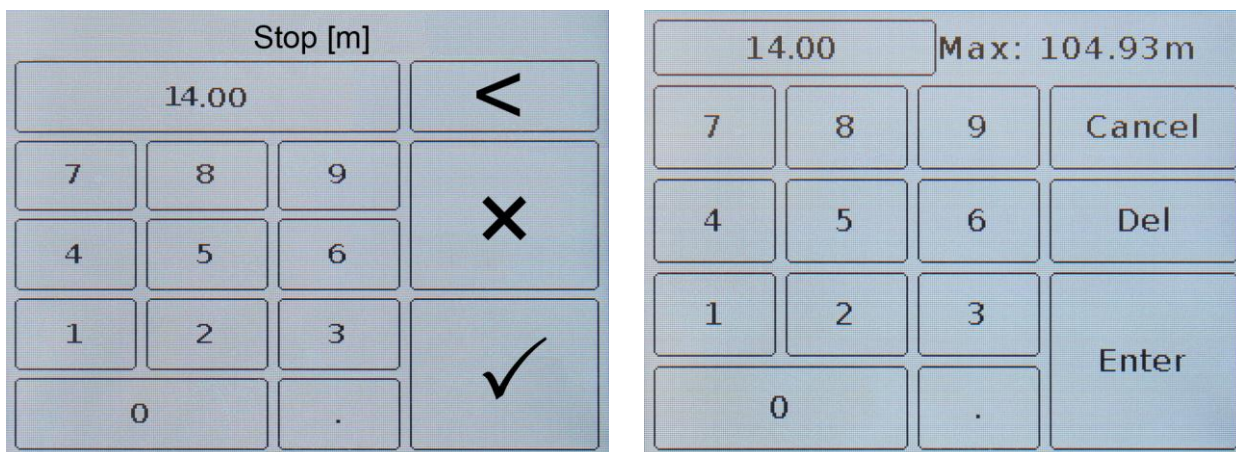

Рисунок 10.12 – Ввод расстояния отображаемого на горизонтальной шкале в приборах ARINST VR 1-6200 и ARINST VR 23-6200
10.7.7. Введите значение фактора скорости, значение времени или расстояния определяющее длину горизонтальной шкалы графика (Рисунок 10.12.).